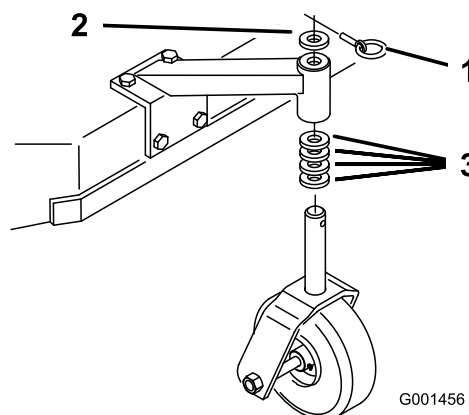

Figure 21
1. En vous reportant au Tableau de hauteur de coupe, ajustez les entretoises des roues pivotantes en fonction du trou de réglage de l'essieu sélectionné (Figure 21).
2. Retirez la goupille de verrouillage, sortez la roue pivotante de son support et changez les entretoises (Figure 21).
3. Mettez la roue pivotante en place dans le support et insérez la goupille de verrouillage (Figure 21).